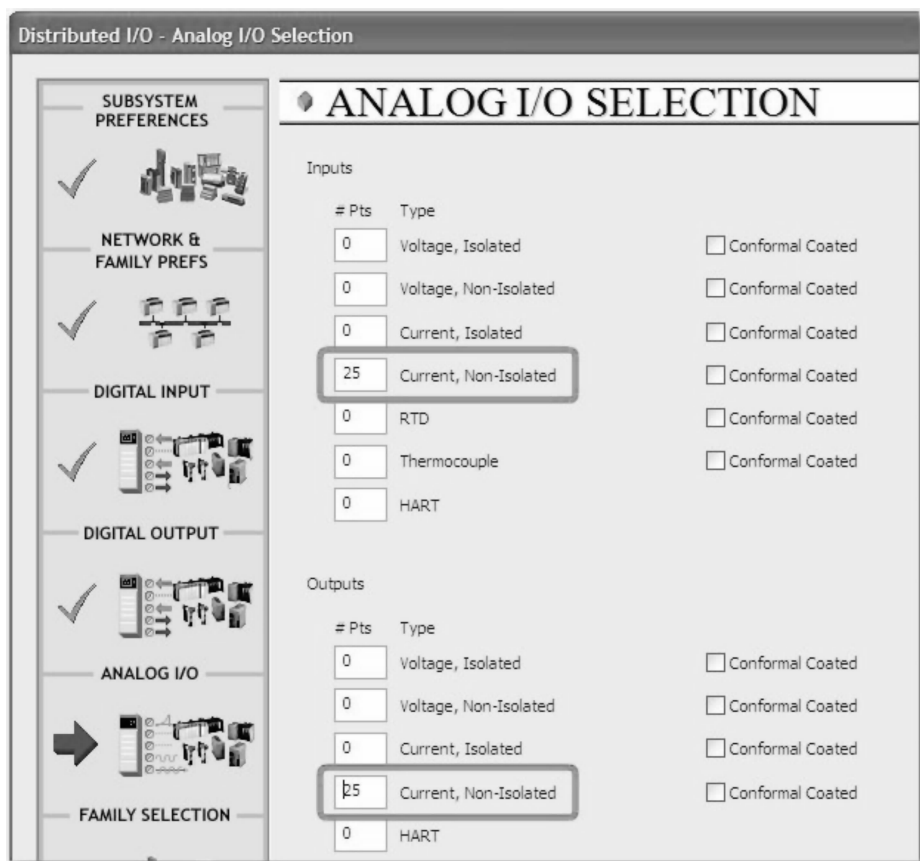

图 26-58 模拟量设定
24. 在“电流，非隔离输入”（Current, Non-Isolated Inputs）中输入 25，在“电流，非隔离输出”（Current, Non-Isolated output）中输入 25，如图 26-58 所示。